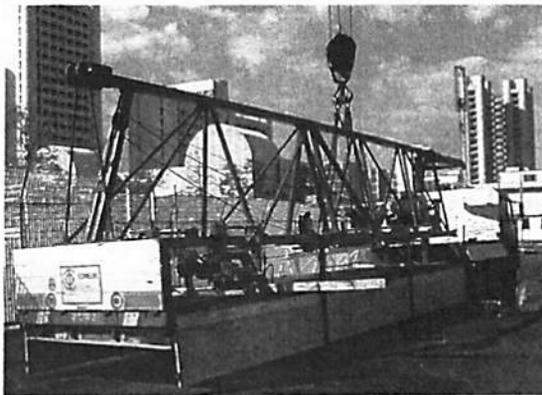
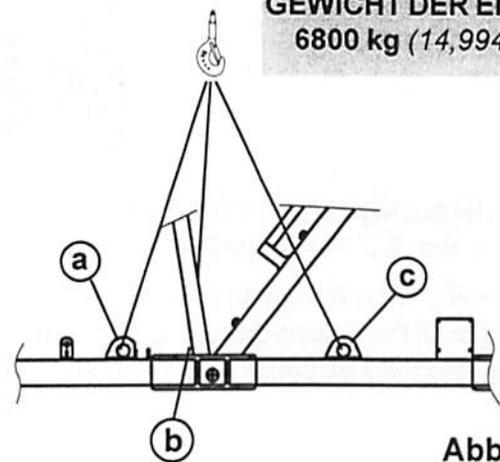

Abb. 2.2.1
Abb. 2.2.2
- a) **Standard-Tieflader-Lastwagen** (Abb. 2.2.1): Einheit über die speziellen Ösen (a), (b) und (c) (Abb. 2.2.2) anschlagen, vom Lastwagen hochheben und auf dem Boden absetzen.